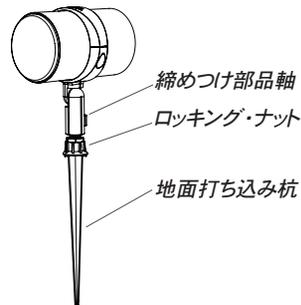

図8
2. 図8に示されているように、地面打ち込み杭に締めつけ部品のねじ軸をねじ込み、位置を固定するため、レンチ(別売)でロッキング・ナットを締めます。